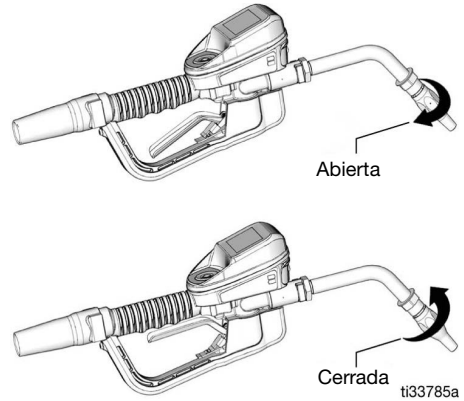

FIG. 5
- Abrir la boquilla: gire en el sentido de las agujas del reloj (FIG. 5)
- Cerrar la boquilla: girar en sentido contrario a las agujas del reloj (FIG. 5)